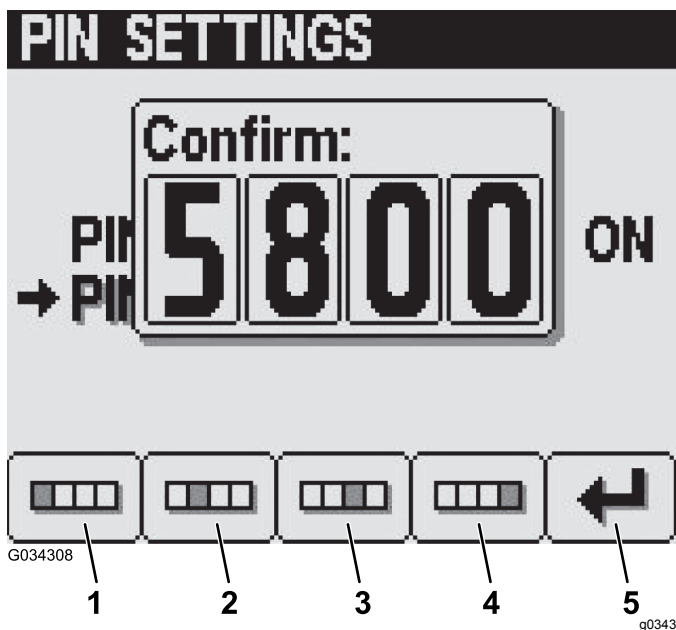

図 35
6. 確認Confirmという画面で、ボタン 14 を使って新しい 4けたの PIN を入力し、入力が完了したらボタン 5 で確定する 図 35。